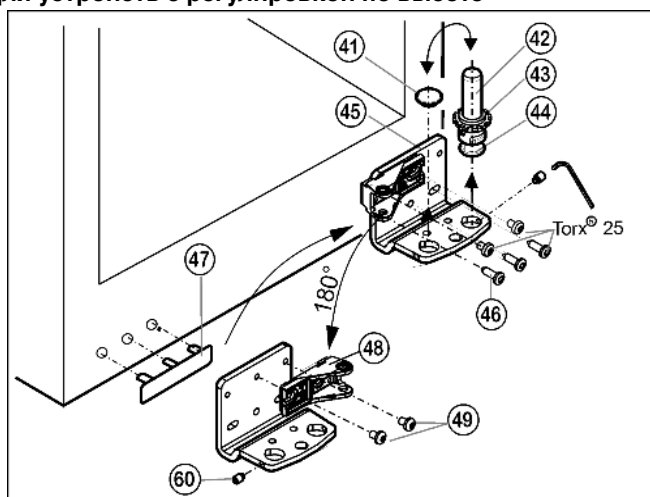

Fig. 13
- ▶ Отвинтите установочный винт Fig. 13 (60) приблизительно на один оборот прилагаемым торцевым ключом.
- ▶ Извлеките опорный винт Fig. 13 (42) в комплекте с шайбой Fig. 13 (43) и регулируемой опорой Fig. 13 (44), вывинчивая его вверх.
- ▶ Снимите пробку Fig. 13 (41).
- ▶ Открутите Fig. 13 (46) опорный кронштейн Fig. 13 (45).
- ▶ Полностью выкрутите установочный винт Fig. 13 (60) и вкрутите на противоположной стороне на нижнем опорном кронштейне, чтобы он был заподлицо с этим кронштейном.
- ▶ Открутите опорную деталь Fig. 13 (48) и снова прикрутите Fig. 13 (49) внутри с поворотом на 180°.
- ▶ Переставьте пробку Fig. 13 (41) в свободное отверстие.
- ▶ Осторожно снимите и переставьте на противоположную сторону крышку со стороны ручки Fig. 13 (47).
- ▶ Снова прикрутите опорный кронштейн Fig. 13 (45) на новой стороне шарнира (**с моментом 4 Нм**). При необходимости используйте аккумуляторный шуруповерт.
- ▶ Вновь закрутите опорный винт Fig. 13 (42) в комплекте с шайбой и регулируемой опорой.
- ▶ Затяните установочный винт Fig. 13 (60).
- ▶ Установите дверцу сверху на нижний опорный палец Fig. 13 (42).
- При необходимости выровняйте дверцы через два продольных паза в нижнем опорном кронштейне *Fig. 13 (45)* и среднем опорном кронштейне *Fig. 11 (31)* параллельно корпусу устройства. Для этого выкрутите средний винт на нижнем опорном кронштейне *Fig. 13 (45)*.